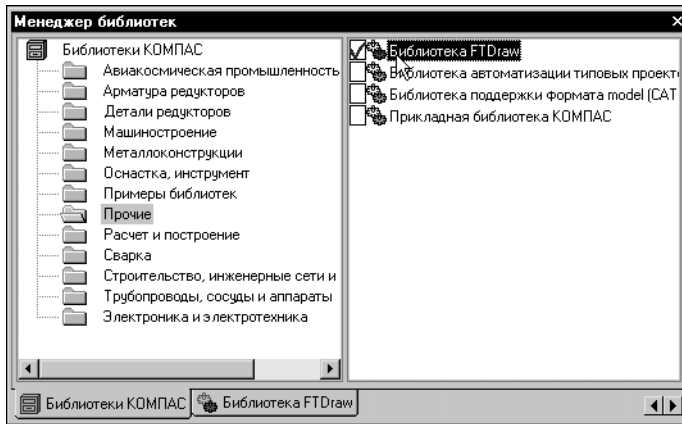

Рис. 48.2. Подключение библиотеки FTDraw
3. В списке библиотек раздела в правой части окна включите опцию рядом с названием библиотеки *Библиотека FTDraw* (рис. 48.2).